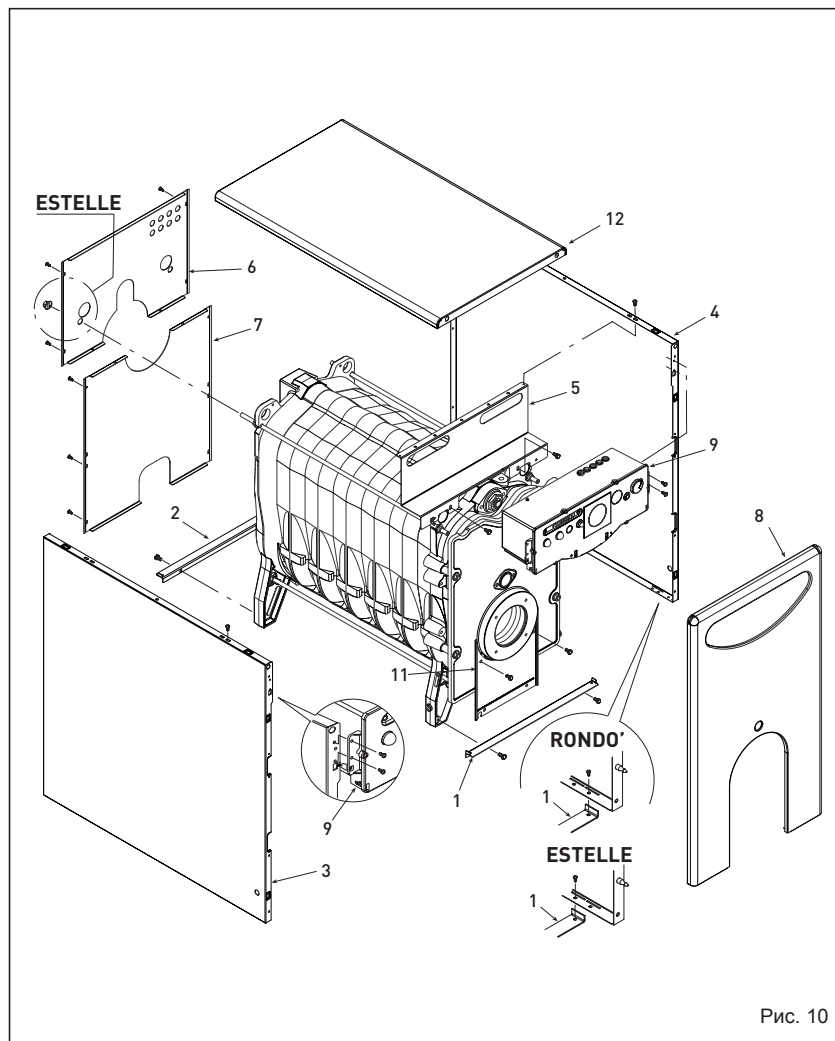

Рис. 10
3.3.3 Разборка обкладки (Рис. 10)
Для разборки обкладки последовательно выполните следующие операции /рис.10/: